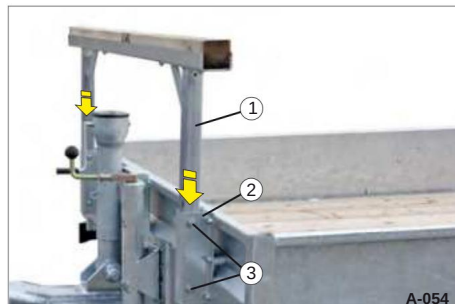

Fig. 58 Støttebeslag fastgjort til forvæggen
- ÿ Fjern om nødvendigt skrueforbindelsen fra afstiverne på forvæggen (fig. 58/1).
- ÿ Samtidig sættes støtterammen (fig. 58/4) ind i forvæggen afstivning (fig. 58/1).
- ÿ Fastgør bærerammen med skrueforbindelsen (fig. 58/2).